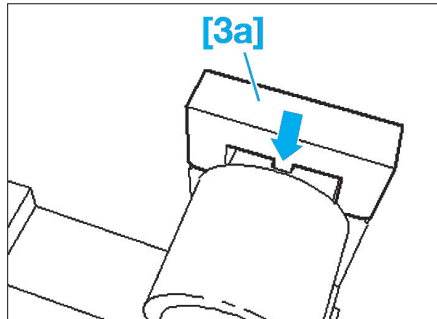

Fig. 58
- Mettre en place l'outil de serrage [3a] sur les pignons de l'arbre à cames d'échappement (Fig.58).